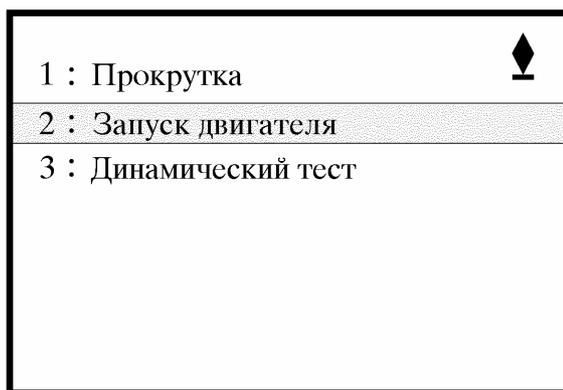

Рис. 15. Включение режима "Запуск двигателя"
6.7.1. Перевести курсор на "Запуск двигателя", нажав на клавишу 2 (рис. 15).